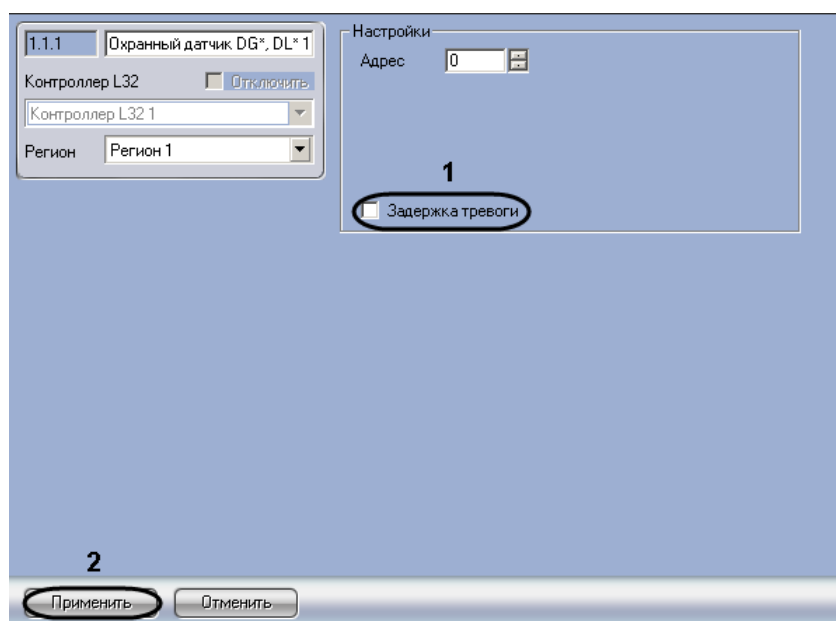

Рис. 3.3—11 Настройка Охранного датчика DG\*, DL\*
2. В случае, если требуется инициировать тревогу в системе с задержкой, необходимо установить флажок **Задержка тревоги** (см. Рис. 3.3—11, 1).